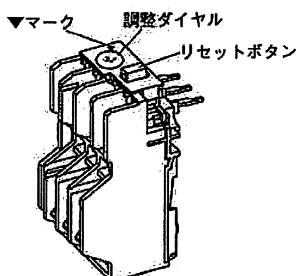

図7
#### (1) 調整ダイヤルを回して目盛りの範囲内で、モータの全負荷電流を▼マークに合わせてください。(図7)
#### (4) サーマルリレーが動作した時は、過負荷などの異常原因を除去してからリセットボタンを軽く押すとリセットします。(この場合、サーマルリレーが十分冷えていないとリセットできません。)(図7)